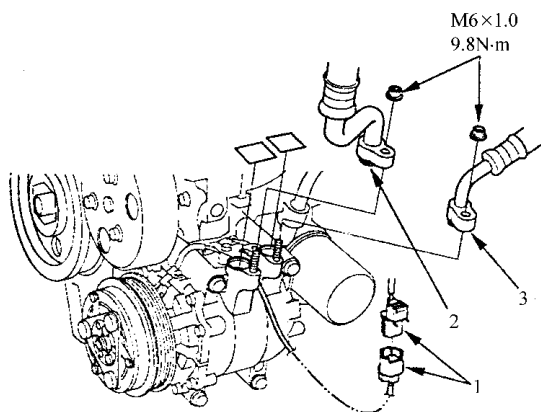

图 10-34 拆卸压缩机离合器插接器和吸入排出管路
7) 如图 10-34 所示，从冷凝器风扇护罩上拆除压缩机离合器插接器，然后断开插接器。从压缩机上断开吸入管路和排出管路，断开后，应立即塞住或盖住管道，以免被水汽和灰尘污染。